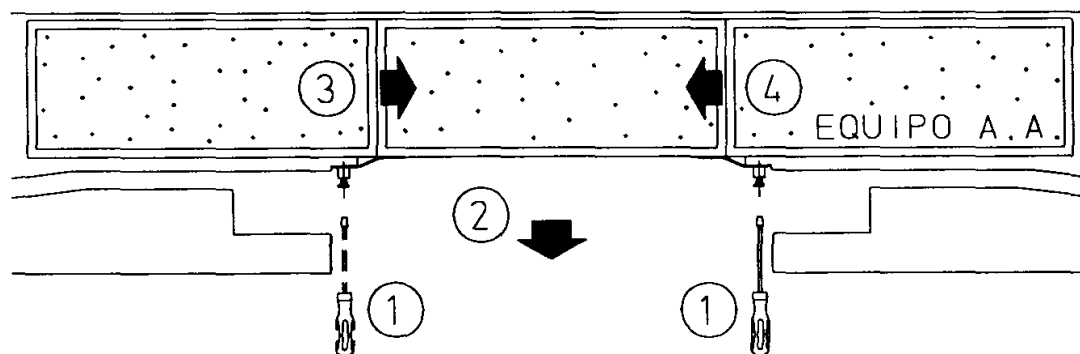

Figura D-1. Desmontaje de los filtros de aire
D.3.1 Sustitución de los Filtros de Aire (Figura D-1)
El desmontaje de los tres filtros instalados junto a cada batería evaporadora del módulo condensador/evaporador deberá realizarse siguiendo el orden mostrado en la Figura D-1, de manera que primero debe extraerse el filtro ubicado en la zona central y a continuación los dos filtros situados a los lados del primero.